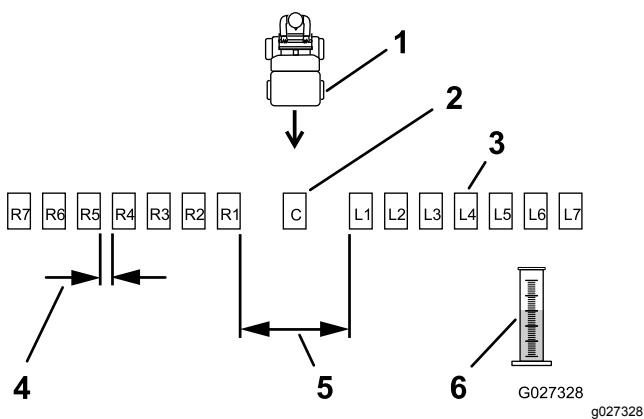
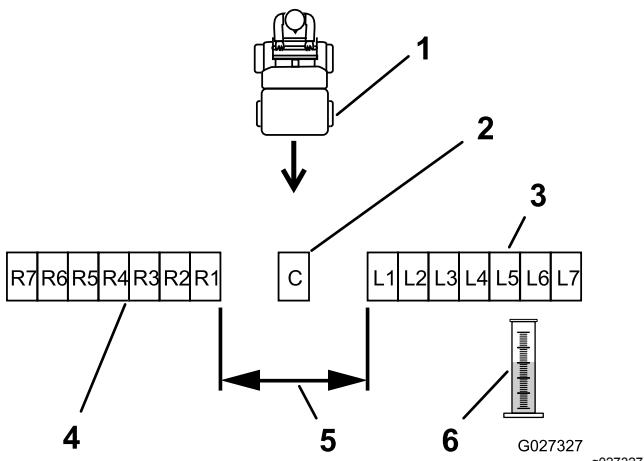

Figure 28
Figure 29
2. Placez les autres bacs en ligne droite, comme montré à la Figure 28 ou la Figure 29.
- Pour les produits granuleux de gros calibre : Placez 6 autres bacs de chaque côté en les espaçant de 30 cm (12 po) (Figure 28).
- Pour les produits granuleux de petit calibre : Placez six autres bacs côte-à-côte de chaque côté (Figure 29).
- Étiquetez chaque éprouvette de dosage en fonction du bac correspondant (par exemple L2, L1, Central, R1, R2); voir Figure 28 et Figure 29.